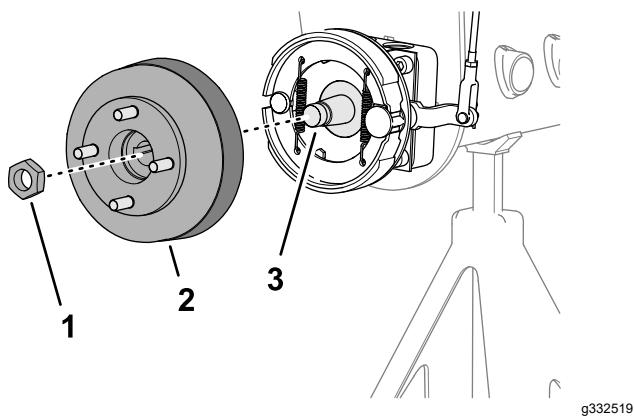
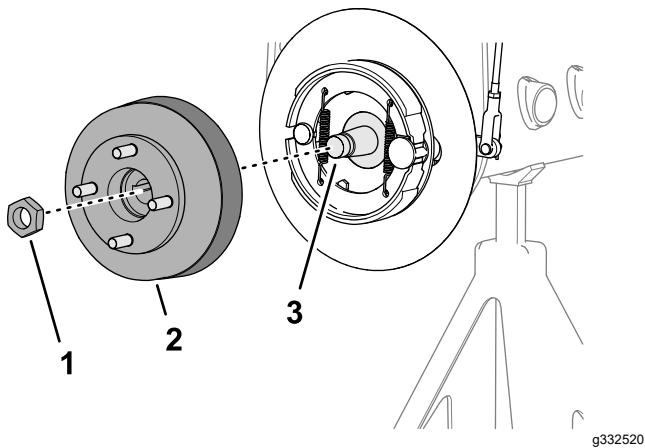

Рисунок 84
Рисунок 85
3. Установите ступицу колеса и тормозной барабан на вал мотор-колеса (Рисунок 84 или Рисунок 85).
4. Прикрепите ступицу колеса к валу с помощью контргайки (Рисунок 84 или Рисунок 85) и затяните ее от руки.